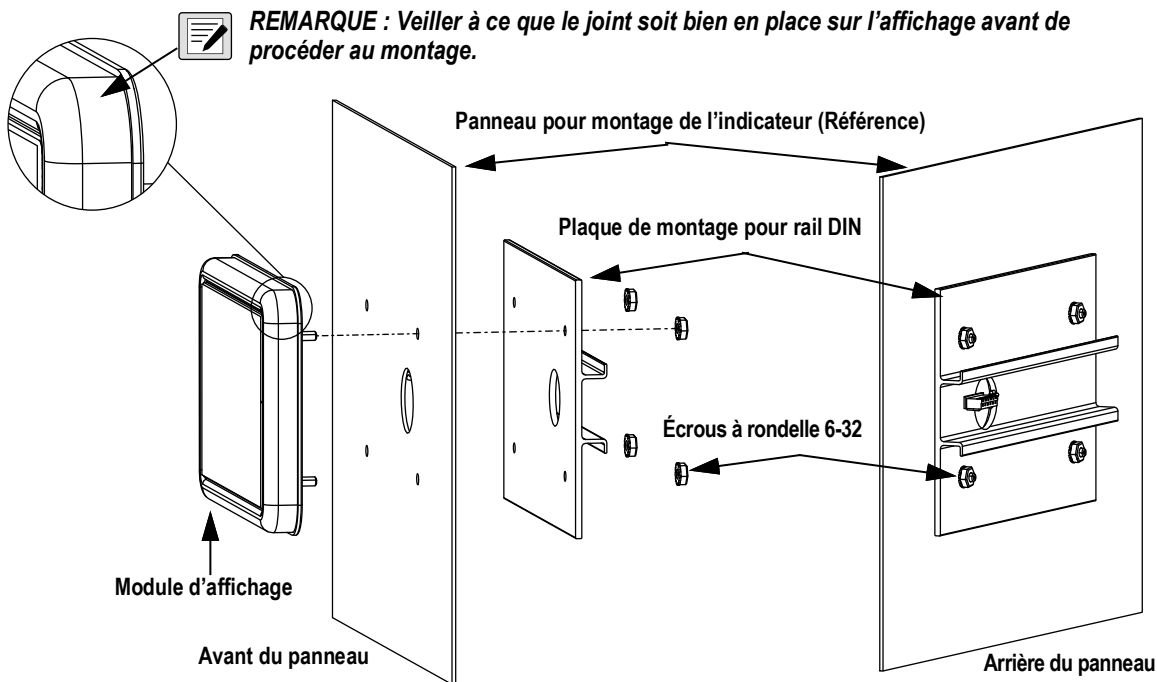

Figure 2-3. Montage du module d'affichage
3. Desserrer et retirer les quatre écrous à rondelle maintenant l'ensemble rail DIN et le module d'affichage sur le panneau. Se reporter à la Figure 2-3, page 20.